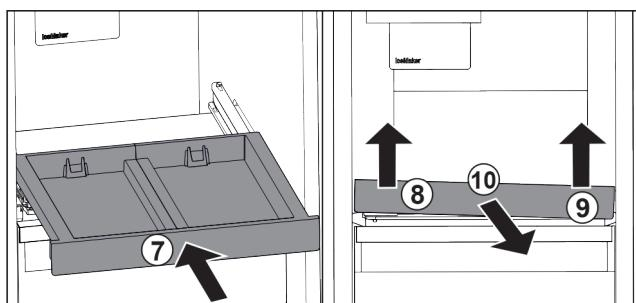

Fig. 91
- Вставьте выдвижную панель. Fig. 91 (7)
- Приподнимите выдвижную панель спереди слева. Fig. 91 (8)
- Приподнимите выдвижную панель спереди справа. Fig. 91 (9)
- Извлеките выдвижную панель движением вперед. Fig. 91 (10)